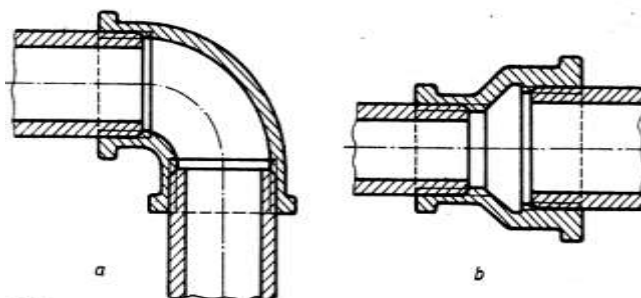

Fig. 6 - Asamblarea a două țevi
a. **îmbinări filetate**, realizate fie prin asamblarea directă între țevi, fie cu elemente de legătură - fittingurile (mufe, reducții, curbe, coturi, ramificații). Asamblările filetate se folosesc în general la conducte de joasă presiune pentru apă, abur sau aer comprimat, acolo unde îmbinarea prin sudare este dificilă sau nerecomandabilă, la îmbinarea elementelor metalice cu cele nemetalice. În figura următoare este reprezentată asamblarea a două țevi: fig.6.a - asamblarea prin cot; fig.6.b. -asamblarea prin reducție